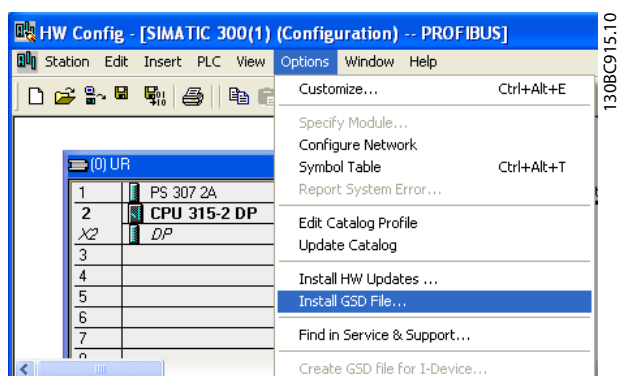

Abbildung 3.3 Installieren der GSD-Datei
2. Importieren Sie die GSD-Datei in das Simatic Manager-Software-Tool. Importieren Sie eine GSD-Datei für jede Frequenzumrichter-Baureihe nur einmal entsprechend der erstmaligen Installation des Software-Tools. Siehe *Abbildung 3.3*.